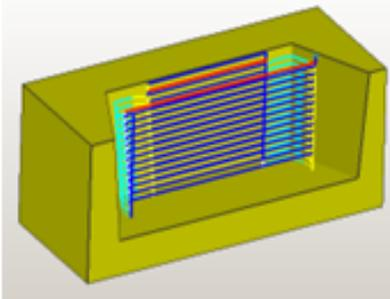

图3-13 层优先。
- ⊕ **【层优先】：**加工时首先考虑以层的方式往下加工，这种加工方式的特点是加工比较安全，但空刀也相对较多，如图 3-13 所示。↵